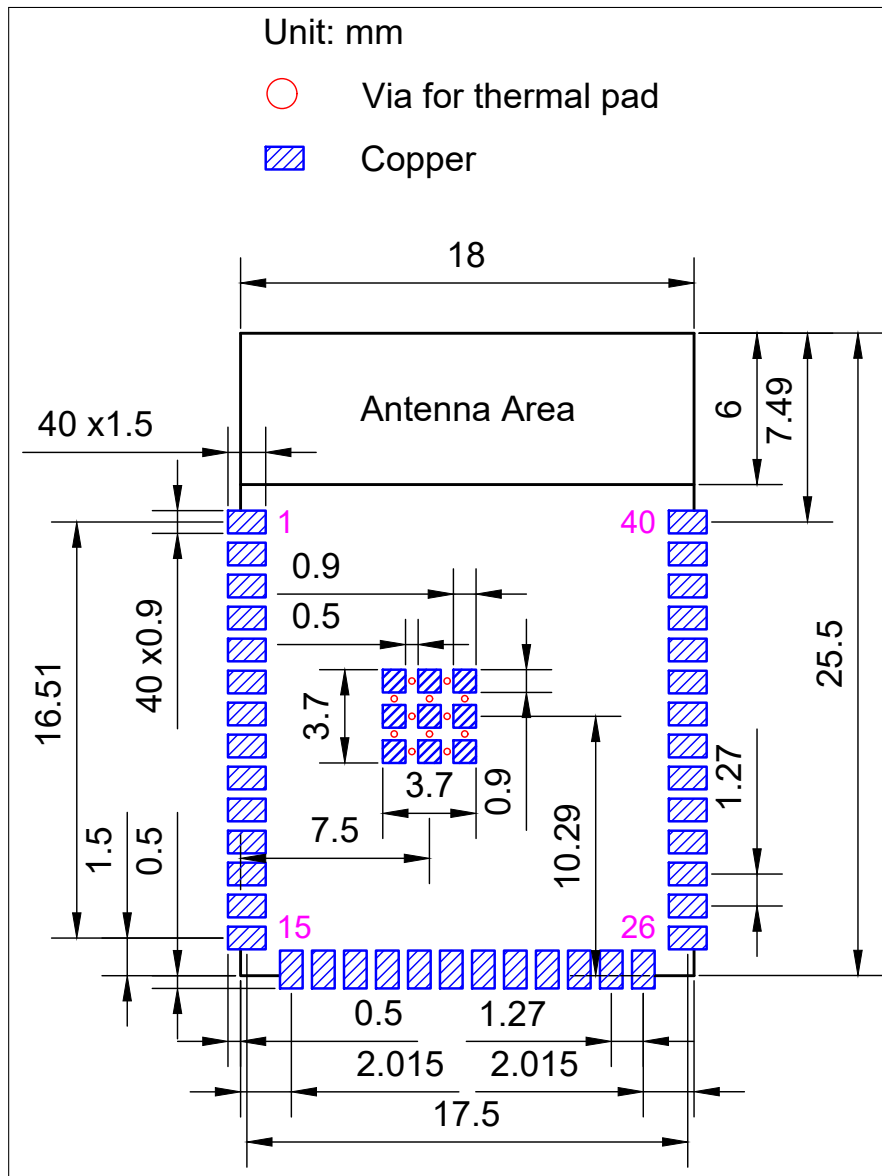
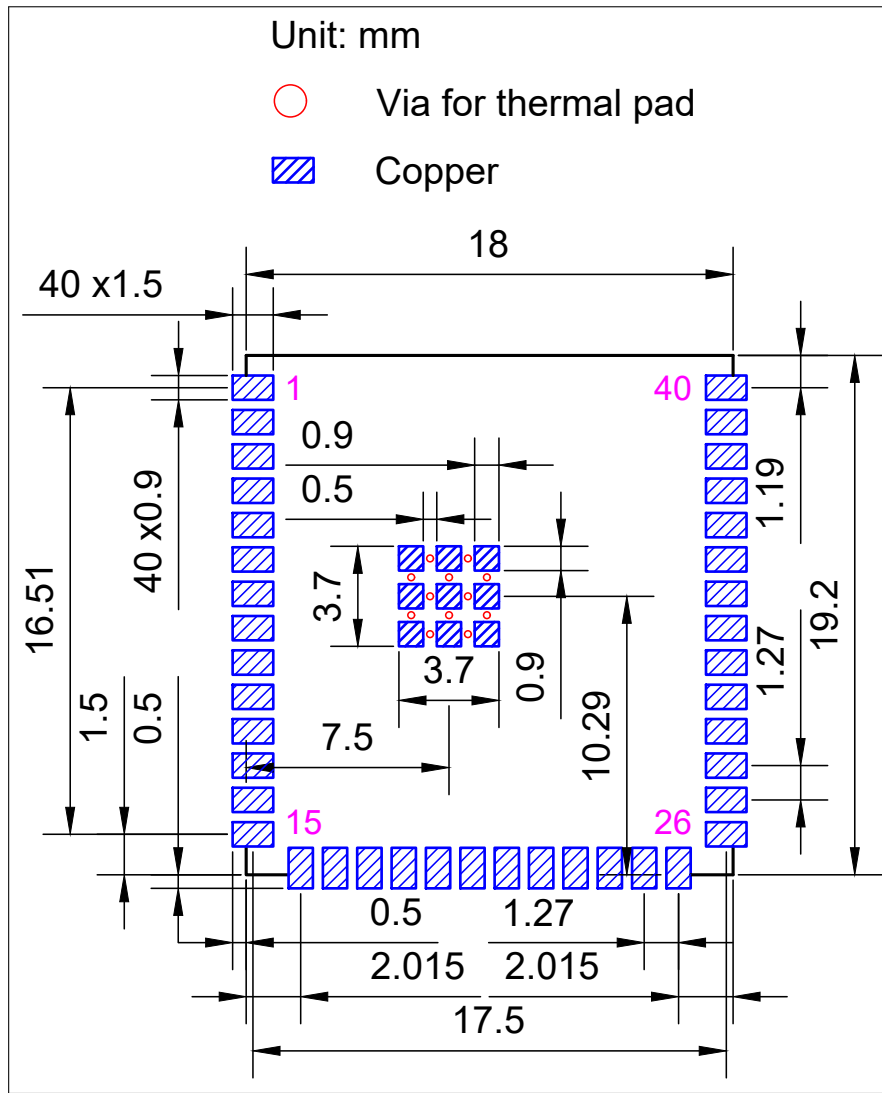

图 11-1. ESP32-S3-WROOM-1 推荐 PCB 封装图
图 11-2. ESP32-S3-WROOM-1U 推荐 PCB 封装图
- 推荐 PCB 封装图，标有 PCB 设计所需的全部尺寸。详见图 11-1 *ESP32-S3-WROOM-1 推荐 PCB 封装图* 和图 11-2 *ESP32-S3-WROOM-1U 推荐 PCB 封装图*。
- 推荐 PCB 封装图的源文件，用于测量图 11-1 和 11-2 中未标注的尺寸。您可用 Autodesk Viewer 查看 ESP32-S3-WROOM-1 和 ESP32-S3-WROOM-1U 的封装图源文件。